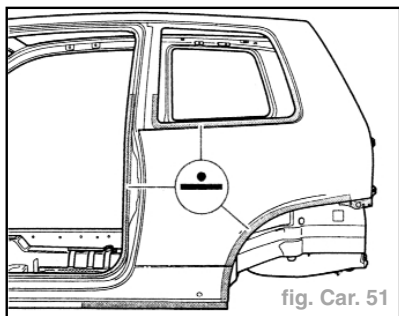

fig. Car. 51
- Souder le panneau latéral à la pointeuse électrique (fig. Car. 51).